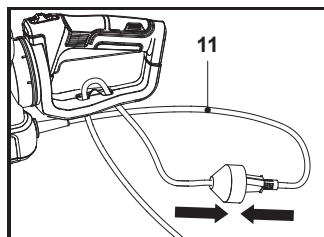

Fig. 4
3. Ligue o cabo de alimentação (10) à tomada do prolongador (Fig. 4).